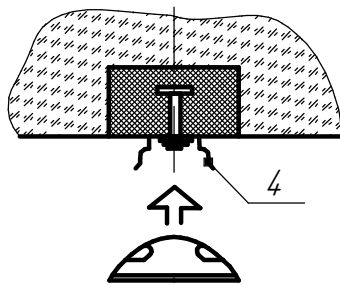
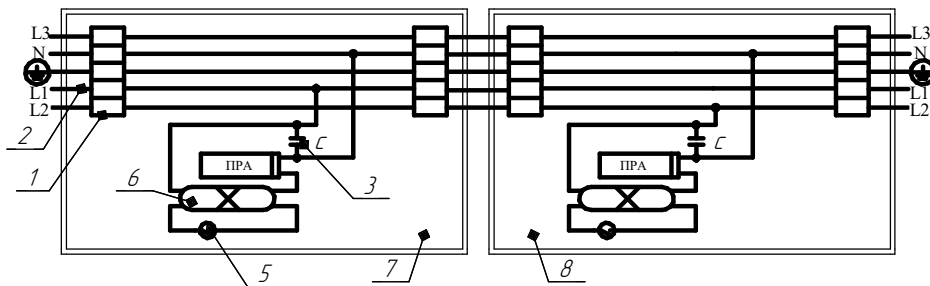

Рисунок 5
Рисунок 1. Для одноламповых св-ов.
скоб поз.4 для подвеса на горизонтальную поверхность; замков или замков в сборе поз.5, светильники ЛСП44-для температур -40°С комплектуются дополнительно лампами и стартерами поз.11 и 12(см.Рис.1).
6.3 Закрепите 2 скобы поз.4 (рекомендуемые винты М6) на потолок или стену на расстоянии 400мм. для светильников типа ЛСП44-18, ЛСП44-2x18; для светильников типа ЛСП44-36, ЛС44-2x36, ЛСП44-58, ЛСП44-2x58 на расстоянии 850мм (размер А рис.1) и установите в них корпус светильника (см.рис.5).